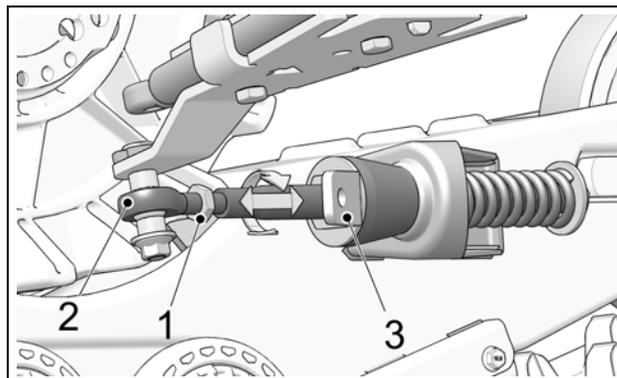

Figure 6
- Desserrer le contre-écrou (1) de l'embout à rotule. Ajuster la longueur de l'embout (2) en tournant le support de limiteur de conduite (3) au bras stabilisateur à l'aide d'une clé jusqu'à ce que la bulle du niveau soit centrée. Figure 6.
*NOTE :* Aux systèmes avant, la partie pliée du support de limiteur de conduite (3) doit être positionnée vers l'intérieur du véhicule.